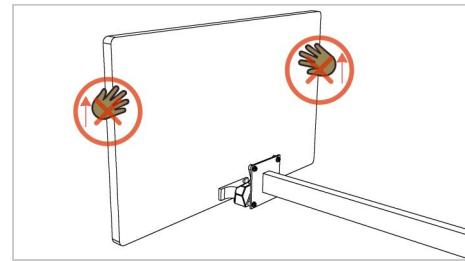

Figura 5
**Ten en cuenta que el adaptador VESA puede soltarse cuando tires del monitor hacia arriba. Esto se debe a que el monitor está diseñado para retirar la base del monitor original de Samsung. (Figura 5)**